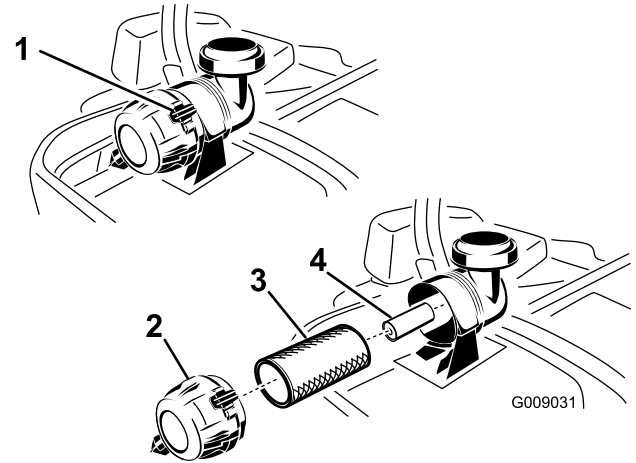

Figura 50
3. Presione hacia abajo para abrir los cierres del limpiador de aire, y tire de la tapa de la entrada de aire para separarla del cuerpo del limpiador de aire (Figura 50).
5. Extraiga con cuidado el filtro primario del cuerpo del limpiador de aire (Figura 50). Evite golpear el filtro contra el lado de la carcasa.
1. No limpie el filtro de papel, cámbielo (Figura 50).
- Si va a cambiar el filtro secundario, deslícelo cuidadosamente en el cuerpo del filtro (Figura 50).
- Deslice cuidadosamente el filtro primario por encima del filtro secundario (Figura 50).
- Instale la tapa del limpiador de aire y gírela hasta que los enganches la bloqueen en su sitio (Figura 50).